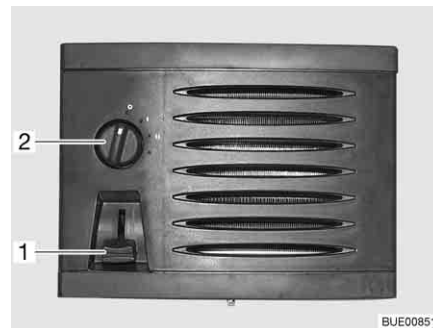

Bild 107 Bedienelemente Zusatz-Wärmetauscher
- Den Schieberegler (Bild 107,1) des Durchflussreglers bis zur gewünschten Position nach unten schieben. Der Wasserkreislauf ist offen.
- Den Gebläseschalter (Bild 107,2) des Umluftgebläses im Uhrzeigersinn drehen.
- Den Gebläseschalter (Bild 107,2) auf "0" drehen.
- Den Schieberegler (Bild 107,1) des Durchflussreglers ganz nach oben schieben.